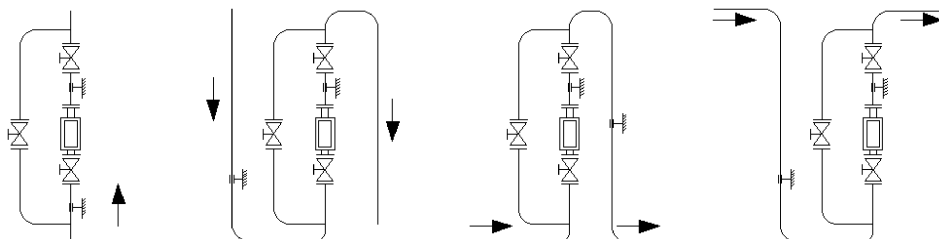

图3 安装流量计推荐方法
(3) 流量计应安装在垂直位置上(流量计中心线与铅垂线的夹角不得超过 5°)并有可靠的支承,不应受到来自管道的任何张力和压力。新装管路,应将管道冲洗干净后安装流量计。被测量体从流量计下端进上端出。注意:任何流量计切勿持在手中使用。
(4) 流量计的上游(进口端)应有5~10倍公称通径的直管段,推荐按图3所示的方式安装流量计。